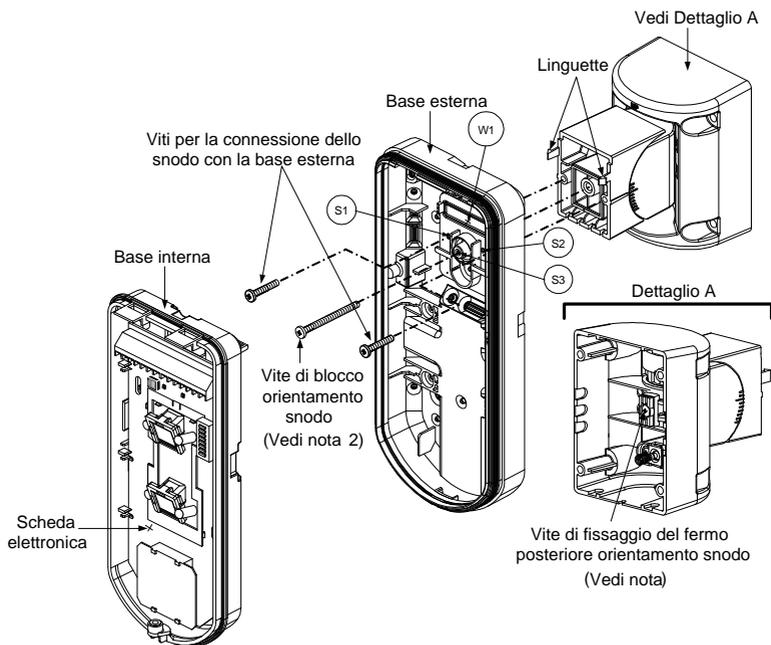

Figura 7
La molla del tamper S5 (Figura 7) deve essere a contatto della parete tramite gli appositi fori M2 o M3 del CSMA. Assicurarsi di sentire il "Click" dell'interruttore tamper fissando il dispositivo alla parete.
7. Inserire i cavi del tamper e i cavi esterni che arrivano dallo snodo standard facendoli passare tramite la predisposizione W1 della base esterna (Figura 7, Dettaglio B).
8. Unire la base esterna allo snodo utilizzando le apposite linguette ad incastro (Figura 7).
9. Fissare la base esterna allo snodo con due viti tramite le predisposizioni S1 e S2 (figura 7).
10. Inserire nello snodo standard la vite (fornita) di fissaggio ad angolo facendola passare dalla base esterna attraverso il foro a sfondare S3 (figura 7).
14. Per regolare lo snodo standard quando viene installata la scheda elettronica (figura 7):